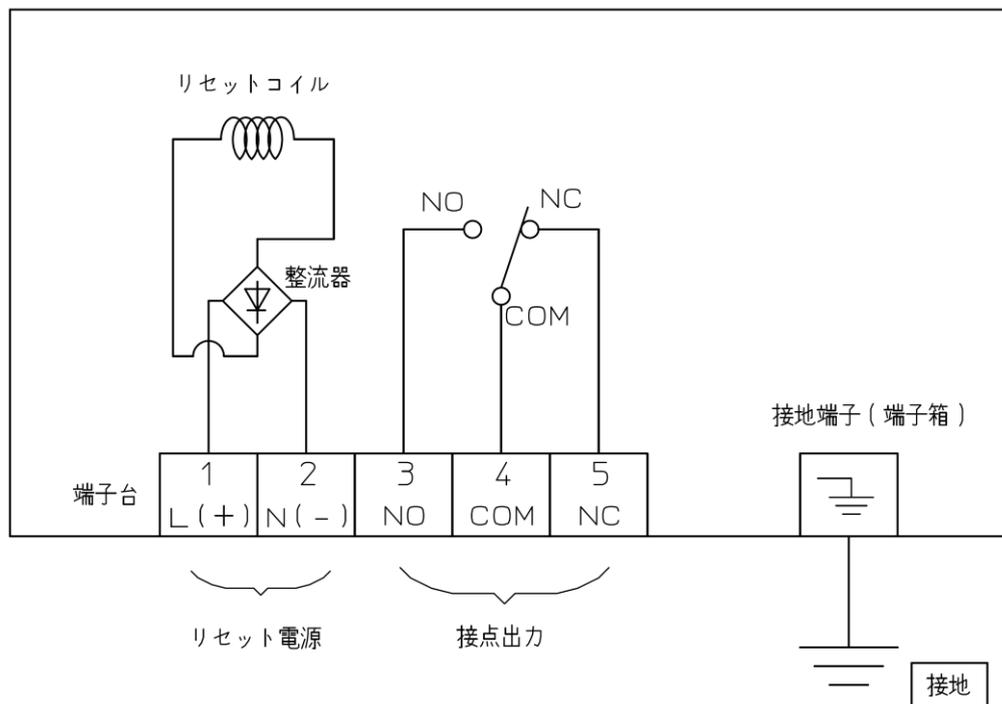

図 3-1 外部配線図
12. 外部接続 図 3-1 参照
- 注 4 : 図 3-1 は、振動検出器がリセット状態にある場合の接点位置を示しています。振動検出器が動作すると、接点位置は切り換わります。
- 注 5 : リセットを手動のみで行う場合 (マニュアルリセット)、端子①、② は使用しません。
配線には、公称断面積 1.25mm² 以上の電線を使用してください。使用本数は振動検出器の使用方法によって異なりますので図 3-1 を参照してください。
- ① 振動検出器内部にゴミやホコリが入るのを防ぐため、端子箱への電線管接続作業は内機部を取り付けたまま行ってください。
- ② 塵埃の多い場所に取り付ける場合は、電線管接続口に防塵のためのシールを施してください。また、オプションの防雨カバーを使用する場合は、防雨カバーの取り付けスペースを考慮してください。
- ③ 振動検出器の取り付けが完了したら内機部を取り外して電線管にケーブルを通します。内機部は端子箱に対して六角穴付きボルト 6 本で取り付けられています。この六角穴付きボルトの着脱には六角棒スパナを使用してください。
- ④ ケーブルの各電線は図 4-2 に示すように内機部を取り外しても電線が引っ張られることがないよう長さに余裕を持って処理してください。電線端は約 6mm 被覆を剥き端子片 (M 4 用) を取り付けてください。結線は図 3-1 外部配線図を参照してください。
- ⑤ 内機部を端子箱に取り付けてください。その際、端子台上面と端子箱底部のクリアランスが少なくなっていますので、電線は端子台を避けて端子箱内に収納してください。内機部は六角穴付きボルトで締め付けてください。次項に示す振動検出器の調整が完了するまでは感度調整ネジ保護板は外しておいてください。